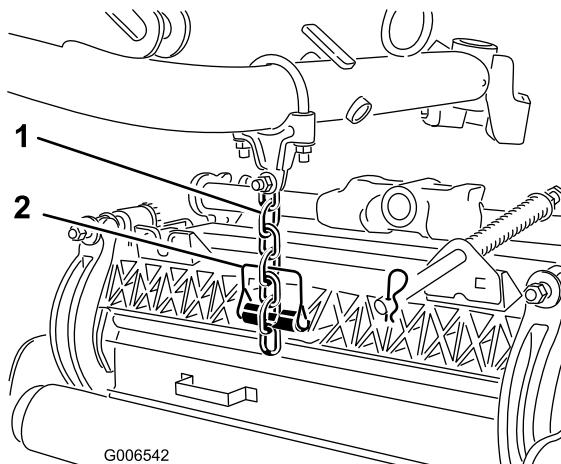

Figura 14
- Sujete la cadena del brazo de elevación al soporte de la cadena (Figura 14) con el pasador de seguridad, según se indica a continuación: